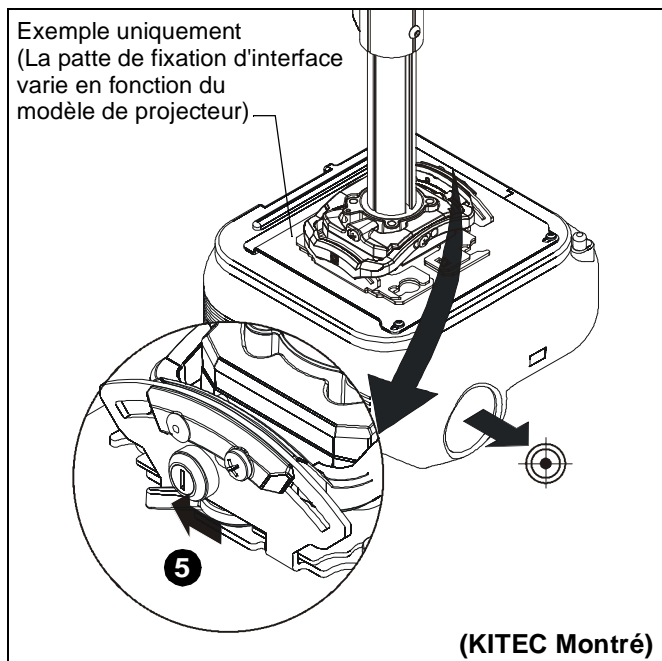

Figure 21
5. Mettez le levier de verrouillage en position « verrouillé ». (Voir la Figure 21)